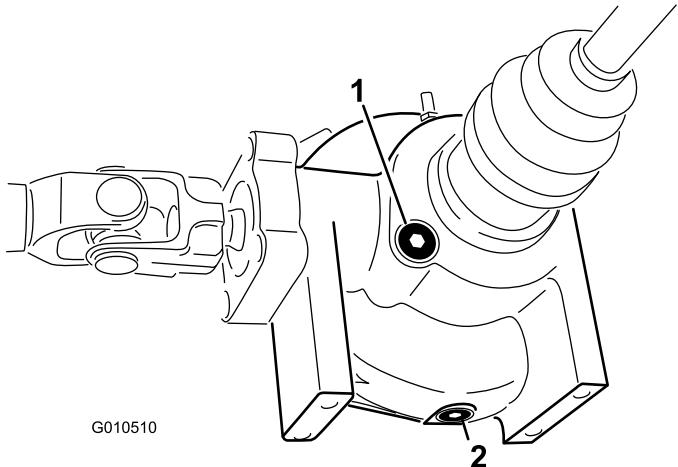

Bild 55
2. Reinigen Sie den Bereich um die Ablassschraube an der Seite des Differenzials (Bild 55). Stellen Sie eine Auffangwanne unter die Ablassschraube.